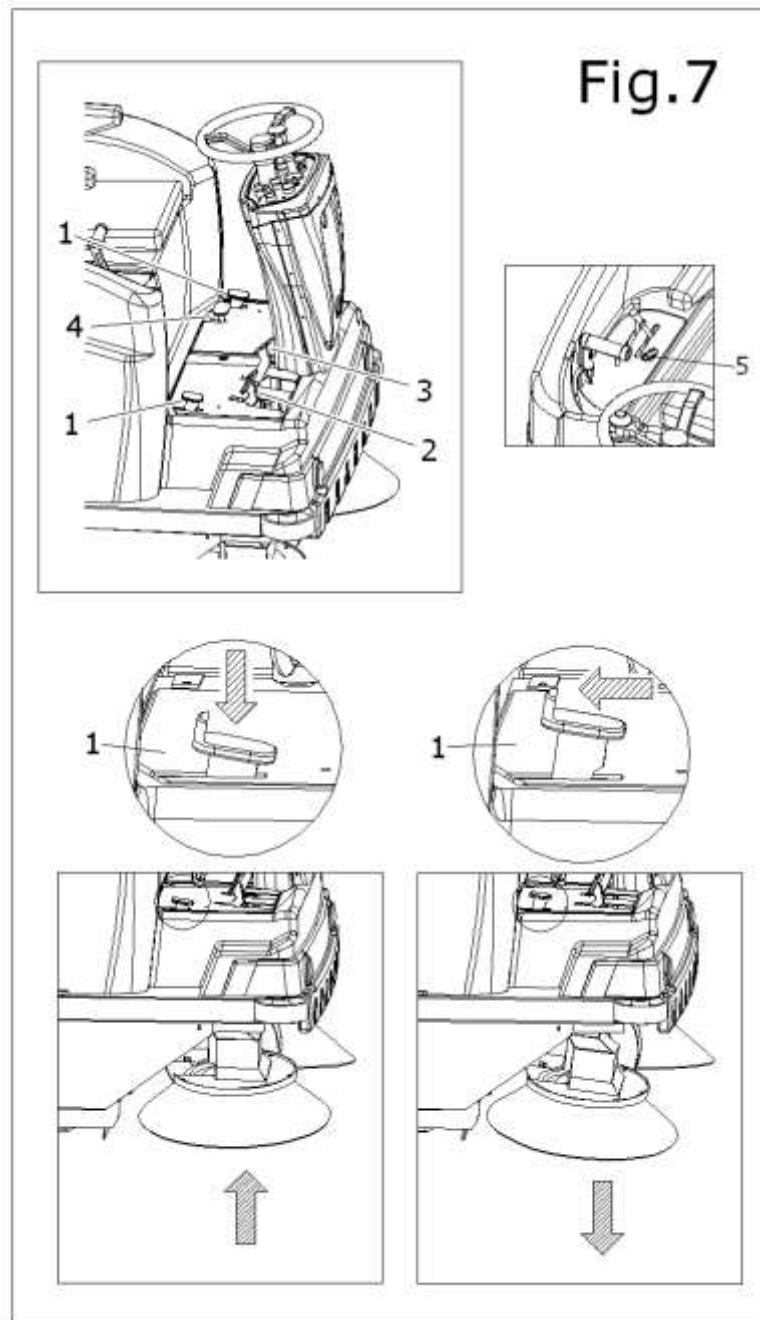

Fig.8
- Detenga la rotación del cepillo central desplazando la palanca **Part. 14 Fig. 8** hacia adelante (cepillo elevado).
- Eleve el contenedor de recogida sujetando la palanca **Part. 1 Fig. 10** hacia atrás gradualmente y manteniendo presionados simultáneamente los pulsadores **Part. 12 y Part. 13 Fig. 8.**
- 3 - Apague el motor llevando la llave de encendido Part. 10 Fig. 8 a la posición OFF. Se puede apagar el motor simplemente levantándose del puesto de conducción.